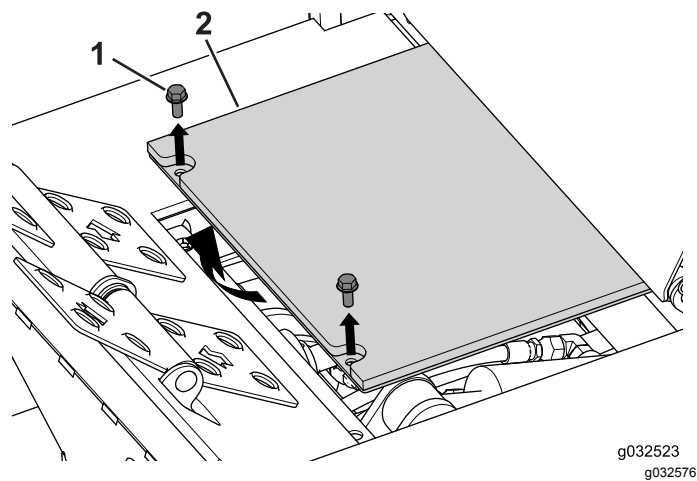

Figure 78
1. Retirez les 2 boulons qui fixent la plate-forme de l'utilisateur à la machine pour accéder à l'accouplement de la PDF (Figure 78).
5. Fixez la plate-forme de l'utilisateur au cadre d'hiver à l'aide des 2 boulons ($\frac{5}{16}$ " x $\frac{3}{4}$ ") (Figure 78).